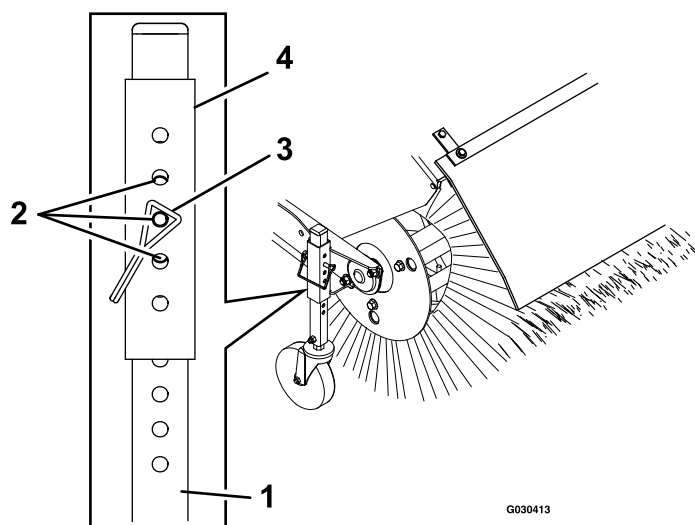

Рисунок 17
5. Чтобы отрегулировать высоту щетки, извлеките штифт из регулировочной втулки и трубки поворотного колеса (Рисунок 17); сохраните штифт.
- Для более точной настройки переместите регулировочную втулку в трубке поворотного колеса на одно отверстие вверх или вниз, что соответствует изменению высоты щетки на 3 мм (Рисунок 17). Повторите пункты с 5 по 7 для другого поворотного колеса.